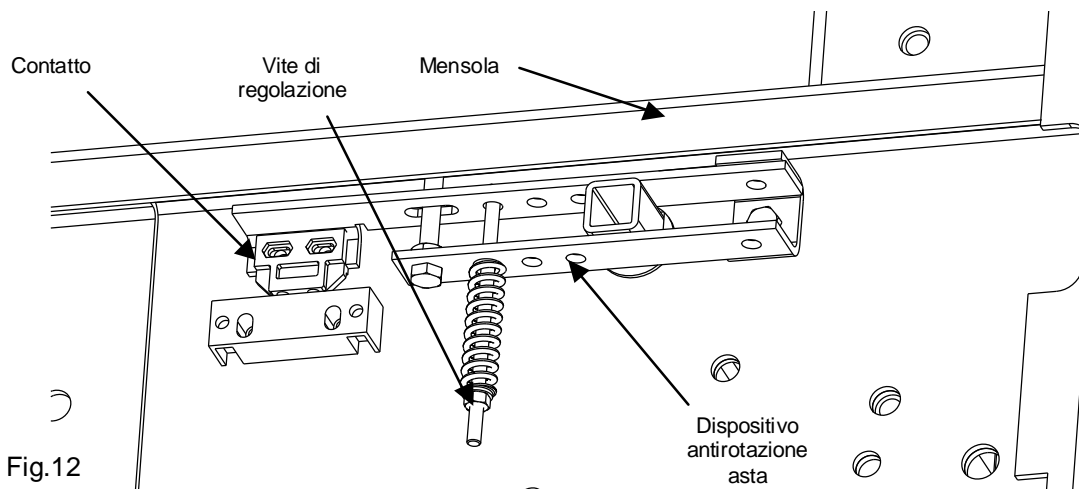

Fig.12
- Montare il dispositivo antirotazione asta come indicato in **fig. 12**